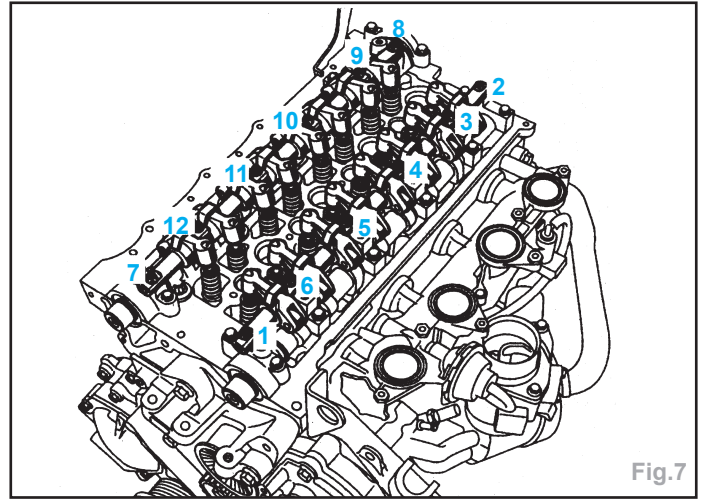

Fig.7
- (Fig.7) .....c) vis de rampe de culbuteurs à 1,3